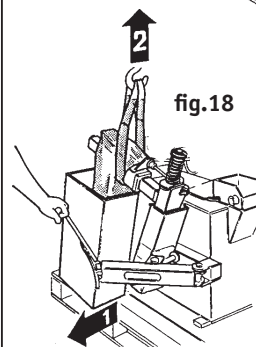

fig.18
- Dotarsi di una fascia di sollevamento di mt.1 modello DR 50 -fattore di sicurezza 6:1. Avvolgere la fascia attorno al braccio ribaltabile (fig.18)
- Aprire il braccio stallonatore come da fig.18 (1) e sollevare il palo con un paranco (2).
- Make use of a 1 m hoisting strap model DR 50 - safety factor 6:1. Wrap the strap around the tilting arm (fig.18)
- Open the bead breaking arm as shown in fig. 18 (1) and raise the column with a hoist (2).